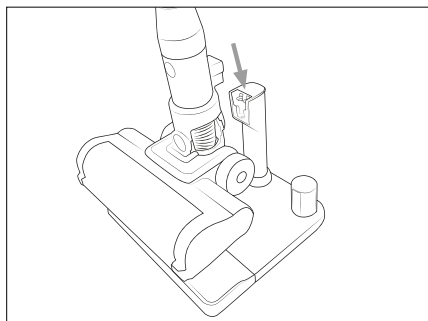

Abb. 6
- ♦ Setzen Sie das Gerät auf die Gerätehalterung **17** der Ladestation **15**. Achten Sie dabei darauf, dass die Ladekontakte **22** des Gerätes und der Ladestation **15** vollständig Kontakt haben. Die Batterieanzeige **28** beginnt zu blinken und der Ladevorgang startet (siehe Abb. 6 und 7).